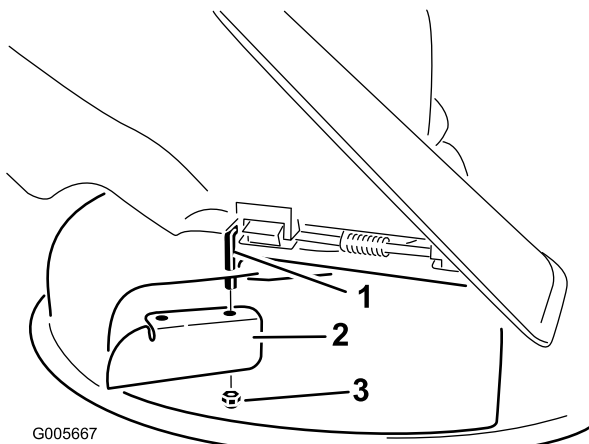

Figure 30
7. Montez le déflecteur d'ouverture sur la tige de pivot exposée (Figure 30).
3. Enlevez le déflecteur d'ouverture du plateau de coupe (Figure 30).